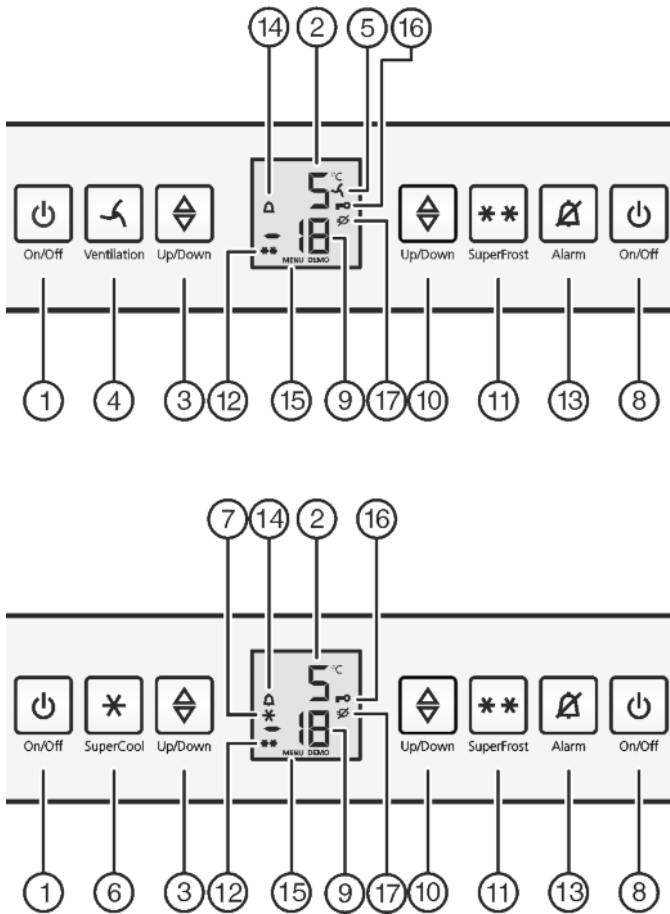

Fig. 2
- ▶ Taste On/Off Gefrierenteil Fig. 2 (8) drücken.
- ▶ Taste On/Off Kühlteil Fig. 2 (1) drücken.
- ▶ Einstellmodus aktivieren: Taste SuperFrost Fig. 2 (11) ca. 5 Sekunden drücken.
- ▷ In der Anzeige wird das Symbol Menu Fig. 2 (15) angezeigt.
- ▶ Mit der Taste SuperFrost Fig. 2 (11) kurz bestätigen.
- ▷ Das Symbol Kindersicherung Fig. 2 (16) leuchtet in der Anzeige.
- ▶ Die Taste On/Off Gefrierenteil Fig. 2 (8) kurz drücken.
- ▶ Mit der Taste SuperFrost *Fig. 2 (11)* kurz bestätigen.
- ▷ Das Symbol Kindersicherung *Fig. 2 (16)* erlischt.
- ▶ Die Taste On/Off Gefrierteil *Fig. 2 (8)* kurz drücken.
Gleichzeitig blinkt die Temperaturanzeige und das Symbol Alarm *Fig. 2 (14)*.
Der Tonwarner verstummt automatisch, das Symbol Alarm *Fig. 2 (14)* geht aus und die Temperaturanzeige hört auf zu blinken, wenn die Temperatur wieder ausreichend kalt ist.
- ▶ Taste Alarm *Fig. 2 (13)* drücken.